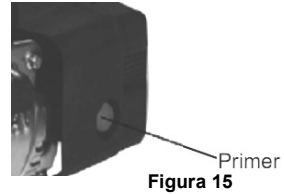

Figura 15
- 2) con primer (Figura 15) Quando si avvia un nuovo motore per la prima volta, premere saldamente il primer rosso per cinque volte. Quindi per tutti i futuri inneschi, premere il primer tre volte.